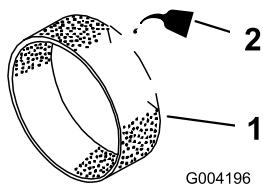

Рисунок 40
3. Вылейте 3–6 мл масла на фильтр предварительной очистки (Рисунок 40).